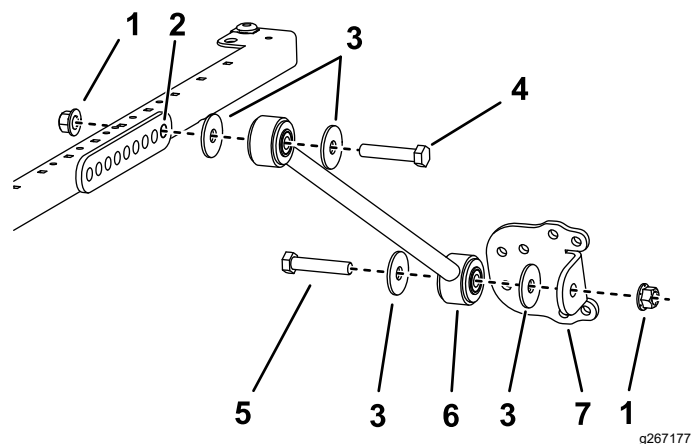

Рисунок 41
4. С каждой стороны рамы солнцезащитного навеса прикрепите, не затягивая, подпорку к заднему отверстию кронштейна подпорки с помощью болта ($\frac{1}{2}$ x $2\frac{3}{4}$ дюйма), 2 шайб ($\frac{1}{2}$ дюйма) и фланцевой гайки ($\frac{1}{2}$ дюйма), как показано на рис. Рисунок 41.
5. Прикрепите, не затягивая, кронштейн подпорки к каждой подпорке с помощью болта ($\frac{1}{2}$ x $2\frac{1}{2}$ дюйма), 2 шайб ($\frac{1}{2}$ дюйма) и фланцевой гайки ($\frac{1}{2}$ дюйма), как показано на рис. Рисунок 41.